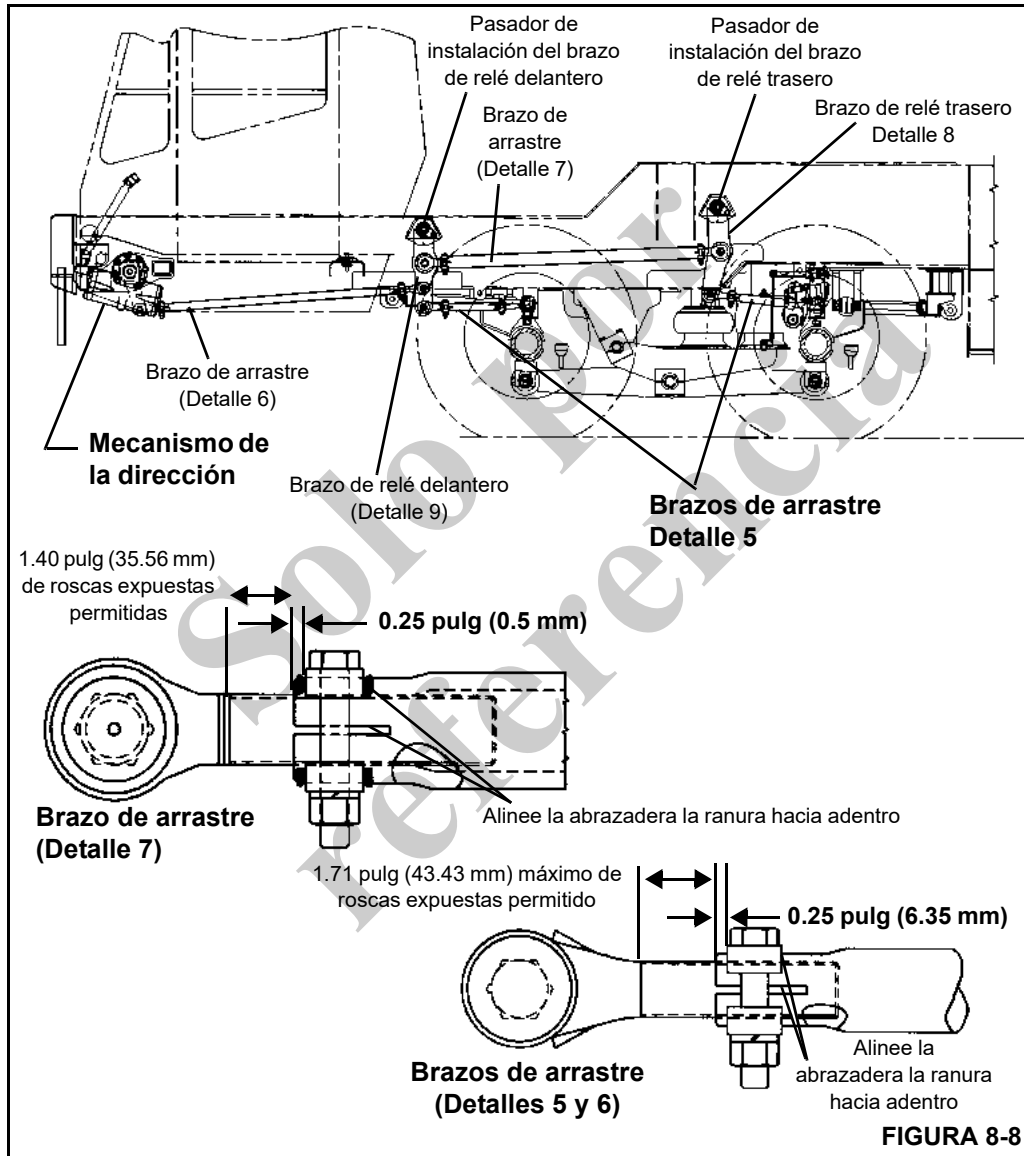

FIGURA 8-8
NOTA: Todos los números de detalle siguientes se refieren a la instalación del brazo de arrastre, Figura 8-8.
9. Vea la Figura 8-8, Instalación de brazo de arrastre, y ajuste los brazos de arrastre (Detalle 5) según se necesite, de modo que la distancia entre la línea de referencia y la parte delantera de cada rueda sea la misma que la distancia entre la línea de referencia y la parte trasera de la misma rueda dentro de 1.5 mm (0.06 pulg). Revise que los extremos de varilla de los brazos de arrastre estén dentro de los límites especificados en la Figura 8-8.